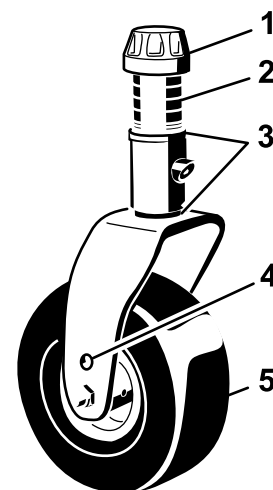

Bild 21
- Stecken Sie die Laufradachsen in allen Laufradgabeln in die gleichen Löcher (Bild 21 und Bild 23).
- Entfernen Sie die Spannkappe von der Spindelwelle und ziehen die Spindel aus dem Laufradarm heraus (Bild 21).